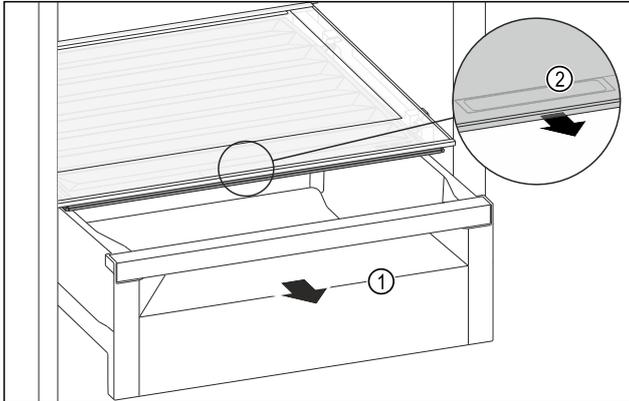

Fig. 139
- ▶ Schubfach Fig. 139 (1) herausziehen.
- ▶ Griffmulde Fig. 139 (2) am Fachdeckel anfassen und Fachdeckel gleichzeitig nach vorne ziehen.